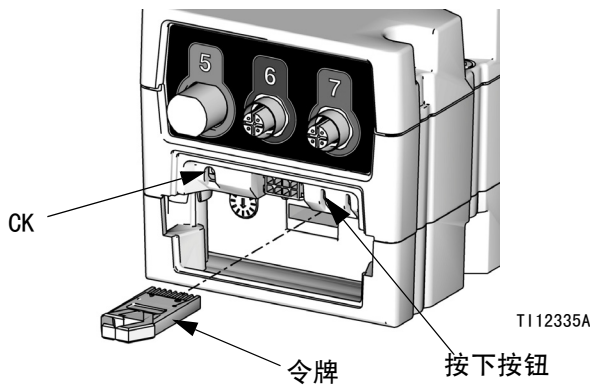

图 51: 插入令牌
4. 按住图 51 中的按钮 1 秒钟，然后放开。当新软件完成加载时，红色指示灯（BL）将闪烁。